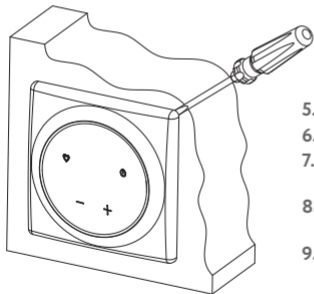

Рис. 8
2. Вставить в угол между рамкой Florence и стеной (рис. 8).